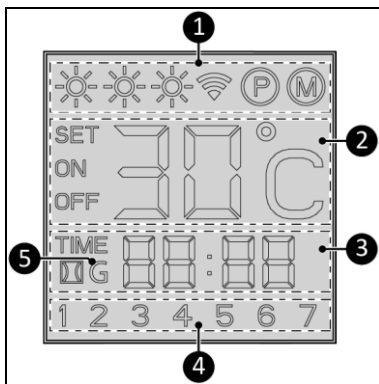

Figure 5
Indication d'état (figure 5, pos. 1) :
Indication de température (figure 5, pos. 2) :
Indication d'heure (figure 5, pos. 3) :
- Le « G » (figure 5, pos. 5) indique que l'appareil est relié au thermostat Wi-Fi.
Indication de jour (figure 5, pos. 4) :